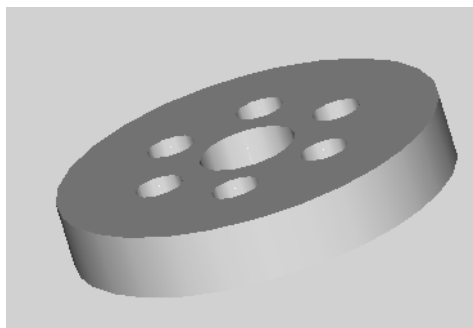

图 1-9 生成实体
13. 生成实体。单击图标面板中的按钮,此时线框结构实体将转换为着色的实体,效果如图 1-9 所示。